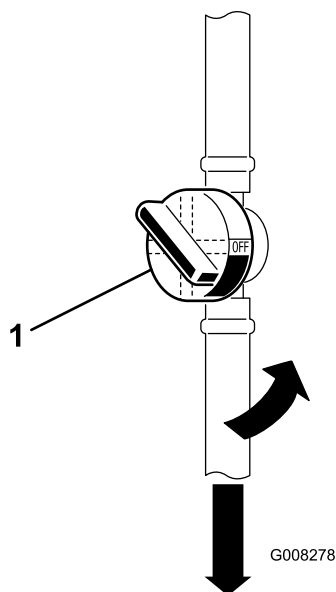

Figure 30
5. Fermez le robinet d'arrivée de carburant (Figure 30).
7. Pincez les extrémités des colliers et faites glisser ceux-ci pour les éloigner du filtre usagé (Figure 30).